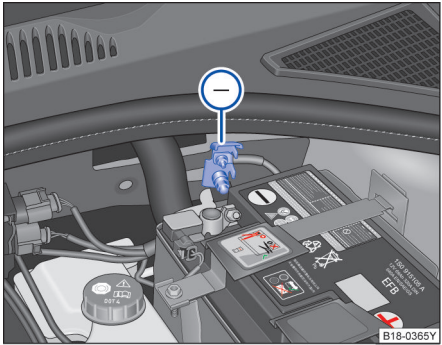

图 161 用于充电器负极连接的接地点
- 将黑色电缆的另一端 X 连接到亏电蓄电池汽车发动机缸体上的螺栓连接金属部件上或发动机舱内的连接点上→图 161，连接点必须尽可能远离亏电蓄电池 A。
在利用外接电源对车辆蓄电池充电时，请勿将充电器的负极接在蓄电池的负极上，必须连接到发动机壳体上或发动机机舱内的接地点处→图 161。